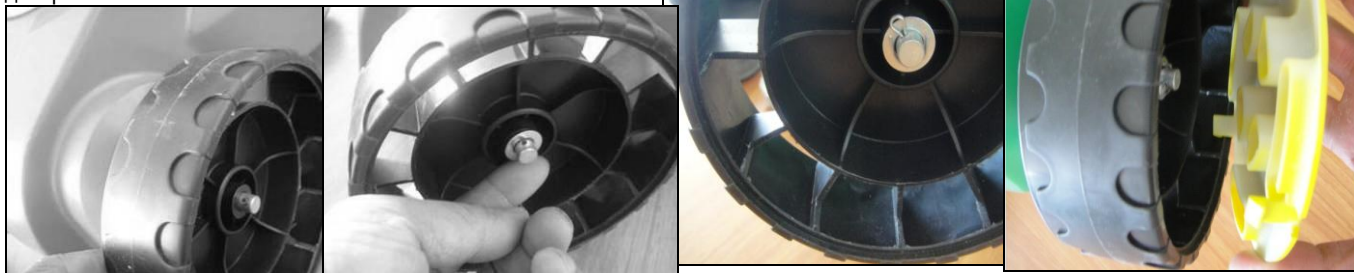

Рис.4
4) Установите колеса на оси. Установите шайбы и зафиксируйте колеса с помощью штифтов. Установите декоративные колпаки на колеса. Рис.4